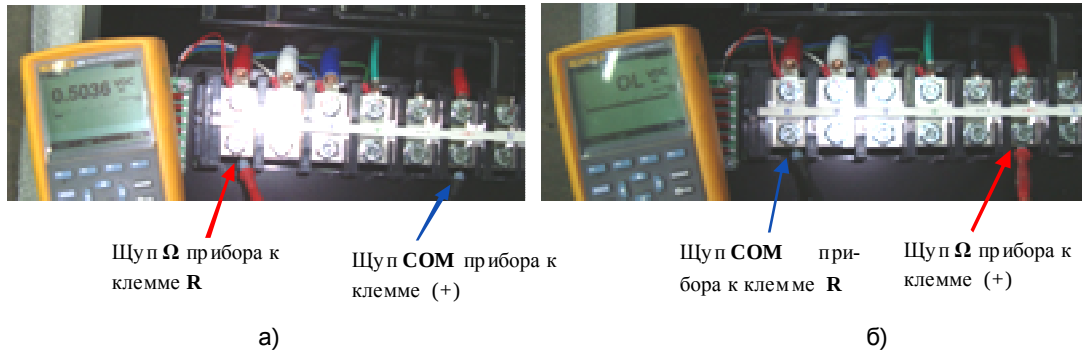

Рис. 4.13.
4.10.2. Проверить цепь предзаряда (диод предзаряда и резистор предзаряда), подсоединяя мультиметр к клеммам «+» и «R» силовой клеммной колодки. Исправная цепь должна «звониться» как «диод»: при прямой проводимости показания прибора 0,3 – 1,0 и должен звучать короткий звуковой сигнал (рис.4.13 а); при обратной проводимости - «обрыв цепи» (рис.4.13 б).